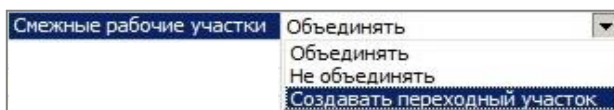

Рис. 29.53
- **Смежные рабочие участки** – настройка применяется при перекрытии концевых участков (как вариант перекрытия рассматривается и стыковка 2-х участков ограждения с разными уровнями удерживающей способности) (рис. 29.53).